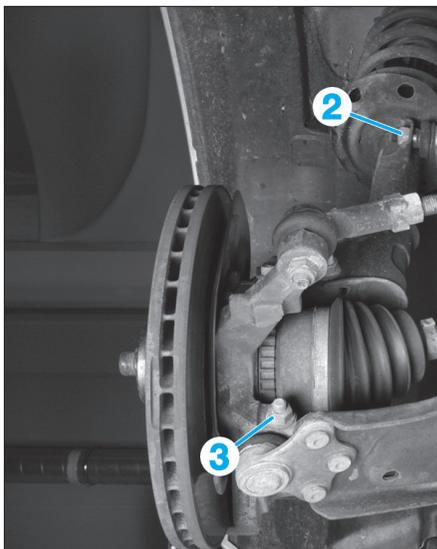

FIG. 2
- l'écrou de fixation (2) de la biellette de barre stabilisatrice sur l'élément de suspension (Fig.2),
- l'écrou (3) de la rotule inférieure et l'extraire du pivot.